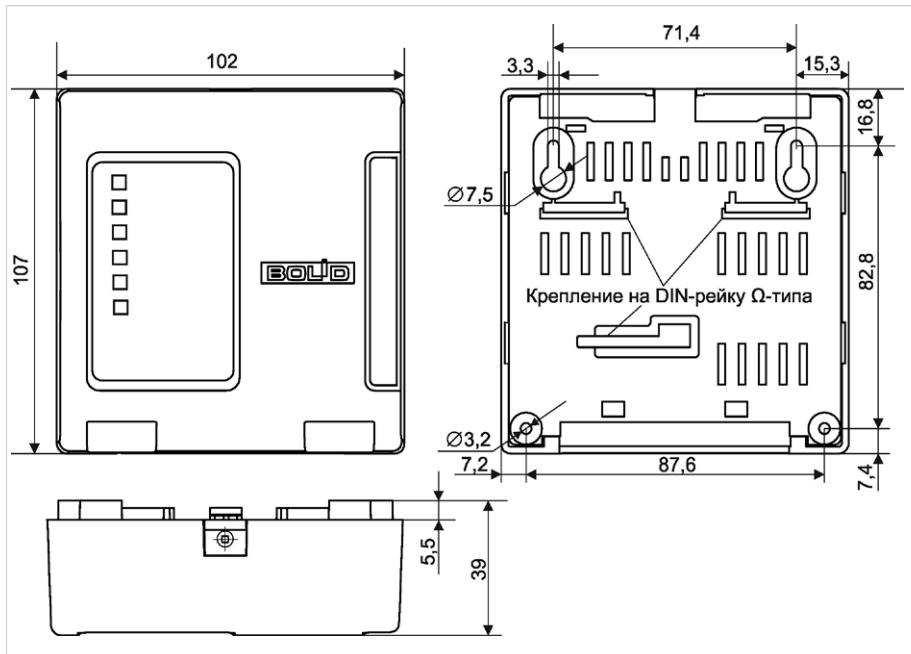

Рисунок 32. Внешний вид и габаритные размеры изделия
- 1.1. Наметьте на стене места для трёх установочных отверстий (двух верхних, имеющих форму пазов для навешивания, и одного из нижних на выбор) в соответствии с габаритным чертежом (см. рис. 32).